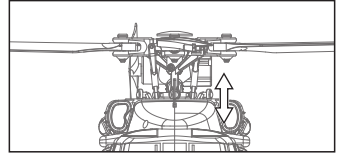

図1. 機体を正面から見た図
1. エルロンスティック(モード1:右スティック、モード2:右スティック)を左右に動かすとエルロンサーボ側のリンクージロッドが上下します(図1)。動作に引っ掛かりや異音がないか確認します。